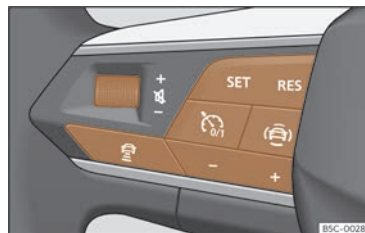

Abb. 110 Am Multifunktionslenkrad: Tasten zur ACC-Bedienung.
- Taste  am Multifunktionslenkrad drücken >>> (Abb. 110).
- Taste **SET** drücken, um die Regelung zu starten >>> (Abb. 110).
Um die Geschwindigkeit zu programmieren, drücken Sie die Tasten **+** oder **-** >>> (Abb. 110) bis zur gewünschten Geschwindigkeit. Die Einstellung der Geschwindigkeit erfolgt in Schritten von 10 km/h (5 mph).
- Taste  und dann Taste **+** oder **-** >>> (Abb. 110) drücken.
- Taste  >>> (Abb. 110) kurz drücken oder Bremspedal treten.